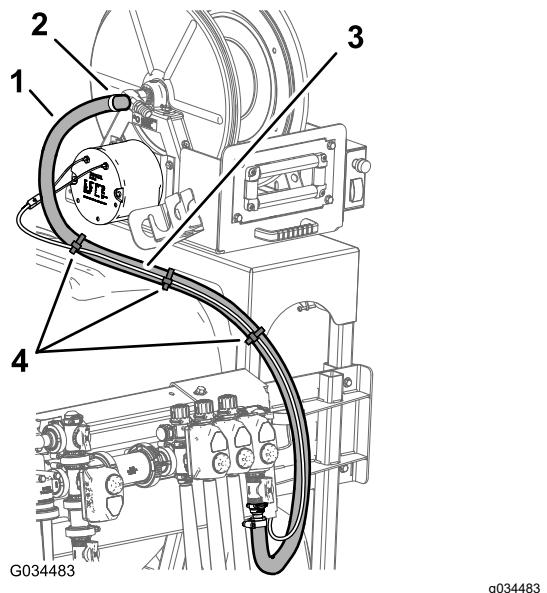

图 39
- 如图 39 中所示将软管 180cm 连接到软管卷总成上的宝塔形软管接头并使用软管夹将软管固定到接头。
- 如图 39 所示用 3 个扎带将旋转软管卷套件的线束固定到滚刀供水软管上。